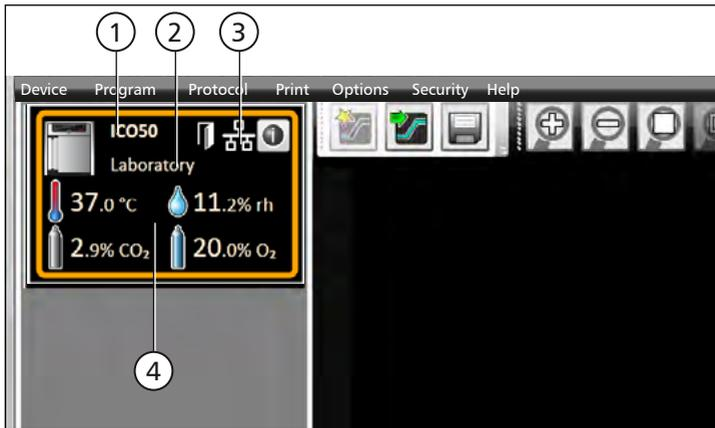

Fig. 1
- Se l'apparecchio è collegato al PC tramite Ethernet ed è già stato collegato una volta, **1** viene riconosciuto automaticamente e viene visualizzato il suo attuale stato operativo (temperatura, allarmi) (Fig. 1).